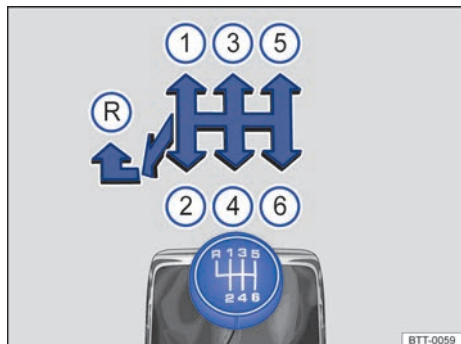

Fig. 103 Esquema de las marchas de un cambio manual de 6 marchas.
En la palanca de cambios está representada la posición de cada una de las marchas → fig. 103.
- Mueva la palanca de cambios completamente hacia la izquierda y después hacia delante para situarla en la posición de la marcha atrás → fig. 103 (R).